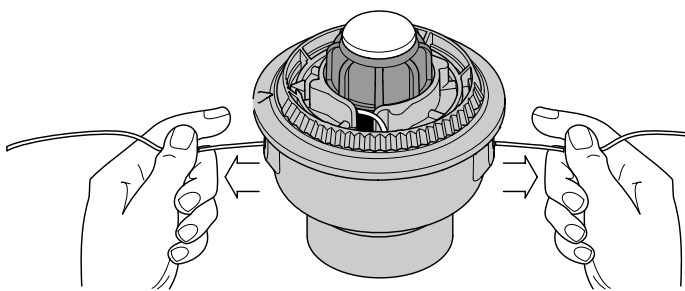

Fig. 46
9. Si le rembobinage du fil devient difficile ou si le fil se coince, tirez-en les extrémités de la bobine. Continuez de rembobiner le moulinet intérieur vers la gauche (Fig. 46).
Si le SpeedSpoolMD ne déroule pas le fil correctement, tirez fermement les extrémités du fil loin de la bobine (Fig. 46). Si cela ne suffit pas, suivez les instructions de *Nettoyage du SpeedSpoolMD*.